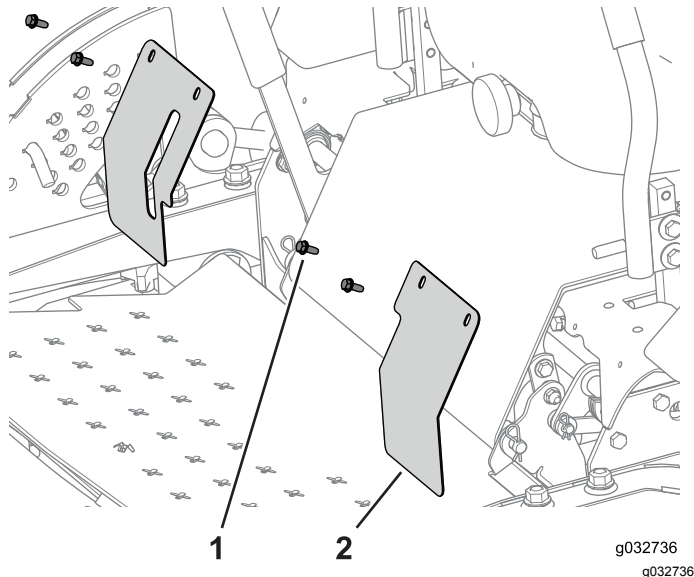

Figura 114
1. Remova as placas de cobertura e coloque-as de lado (Figura 114).